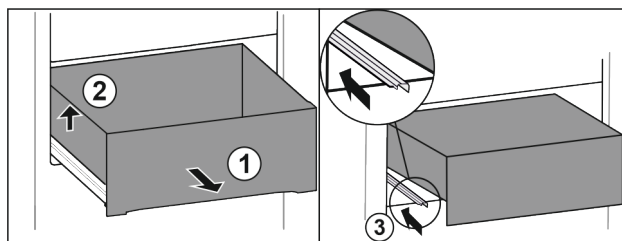

Fig. 88
- Lade tot de aanslag eruit trekken. Fig. 88 (1)
- Lade links optillen. Fig. 88 (2)
- Linker rail erin schuiven. Fig. 88 (3)